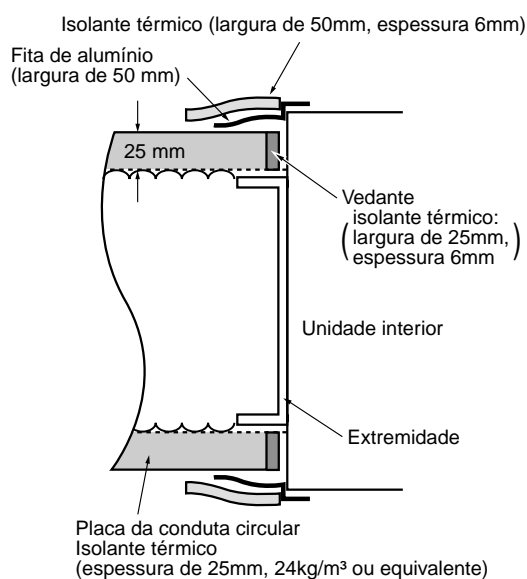

Fig. 1
2. Ligue a manilha e cada tipo de conduta. (Fig. 1)